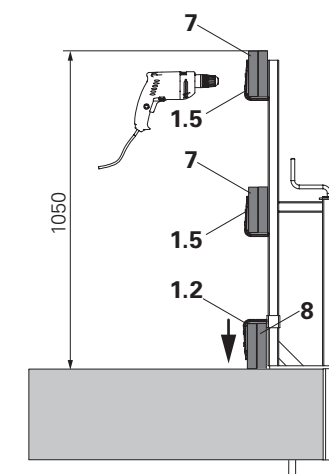

Fig. A2.05
7. Fissare le traverse e tavole fermapiede agli angolari di fissaggio a L (1.5) e alle staffe per tavola fermapiede (1.2) con viti o chiodi idonei. (Fig. A2.05)